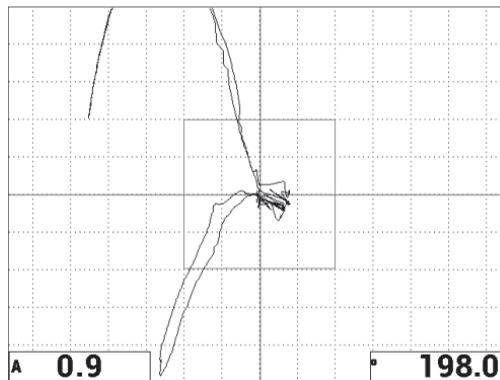

Figura 6-10 Amplitud (A) y fase (°) del punto flotante XY
Las lecturas muestran en tiempo real la amplitud (A) y fase (°) del punto flotante XY (ver la Figura 6-10 en la página 143). Para obtener mayor información sobre la manera de cambiar las lecturas en tiempo real, consulte la sección «Visualización de las lecturas en tiempo real» en la página 70.